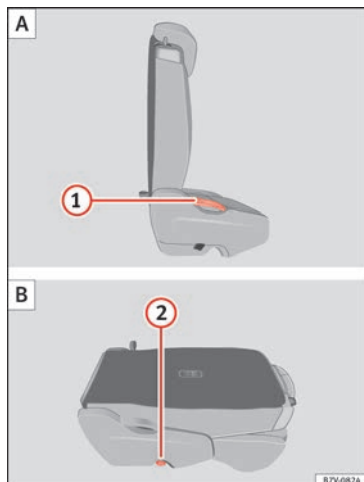

Fig. 162 Segunda fila de asientos: pliegue el asiento trasero A, asiento trasero como superficie de carga B.
- Retire los objetos de la zona reposapiés situada delante y detrás del asiento trasero » ①.
- Tire de la palanca » fig. 162 ① hacia arriba y pliegue el respaldo hacia delante. La banqueta completa se pliega hacia delante » △.
- Baje el respaldo plegado hacia delante hasta que esté encastrado en la posición de la superficie de carga » fig. 162 B.
- Tire de la palanca » » » fig. 162 ① hacia arriba y coloque el respaldo en vertical. El asiento completo se pliega hacia atrás.